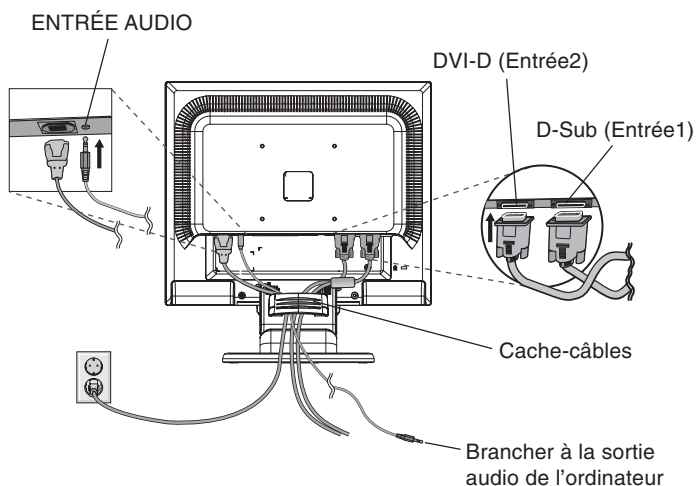
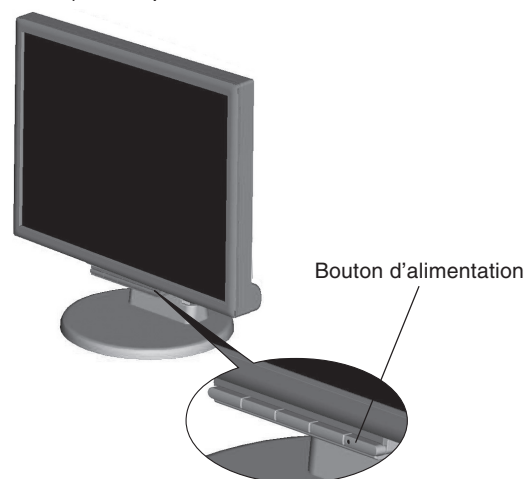

Figure B.1
Figure C.1
4. Reliez tous les câbles au connecteur approprié à l'arrière du moniteur (**Figure B.1**). Branchez les écouteurs (non fournis) au connecteur approprié à l'arrière du moniteur (**Figure C.1**).
5. Connectez une extrémité du cordon d'alimentation au moniteur et l'autre à la prise de courant. Mettez le câble du signal vidéo, le câble audio et le cordon d'alimentation dans le cache-câbles (**Figure B.1**).
6. Allumer le moniteur avec le bouton d'alimentation situé à l'avant (**Figure C.1**) ainsi que l'ordinateur.